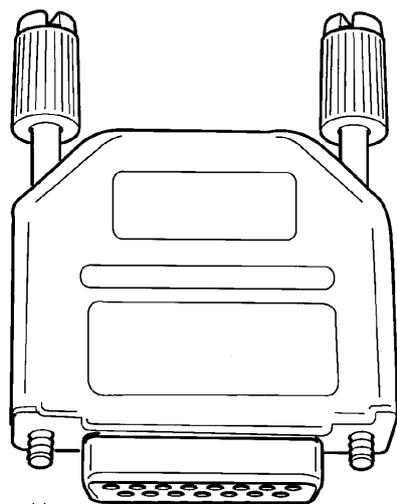
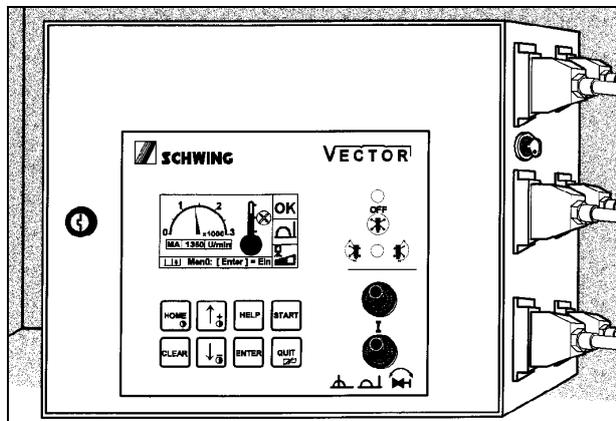

Fig. 1
Fig. 2
- Insertar la llave electrónica de programación (Fig. 1) en el puerto arriba a la izquierda en el armario de distribución del control "Vector" (Figs. 2 + 3) y fijarlo con los tornillos.